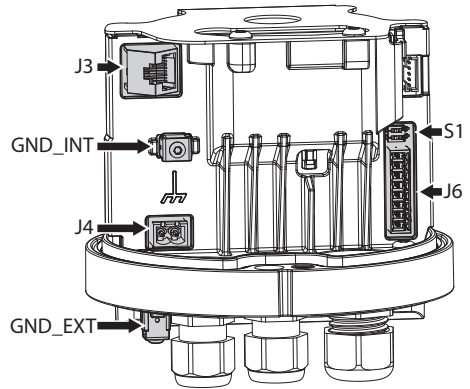
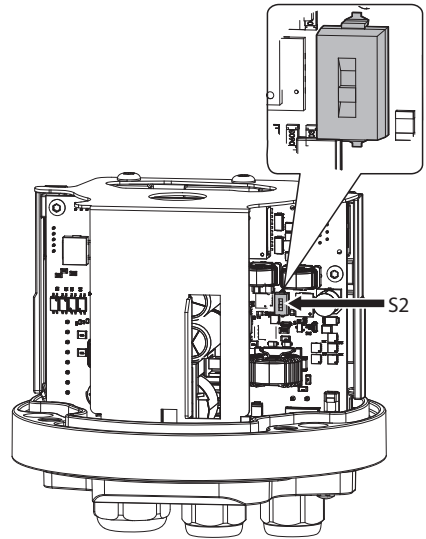

Fig. 21
Fig. 22
**Le câble de terre doit toujours être branché à la borne correspondante (GND\_INT ou GND\_EXT, Fig. 21, page 21).**
Pour que le produit fonctionne correctement, toujours laisser S1-DIP2 et S2-DIP1 en position par défaut (S1 Fig. 21, page 21 et S2 Fig. 22, page 21).